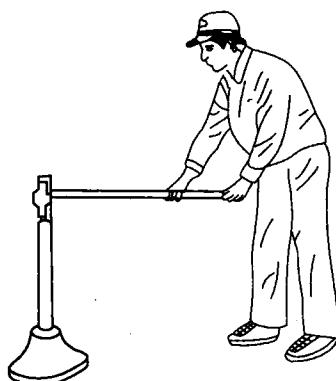

图 2-4 抱打预备姿势
2) 左脚后撤半步, 两脚略成八字自然开立, 开张角度约为 40°~60°, 以左手虎口在上, 握住锤柄后端, 右手握在锤柄中间, 两手距离约为 300~500mm, 将锤头正置于锤桩上。同时, 腰身自然下弯, 双膝微屈, 形成抱打预备姿势, 如图 2-4 所示。